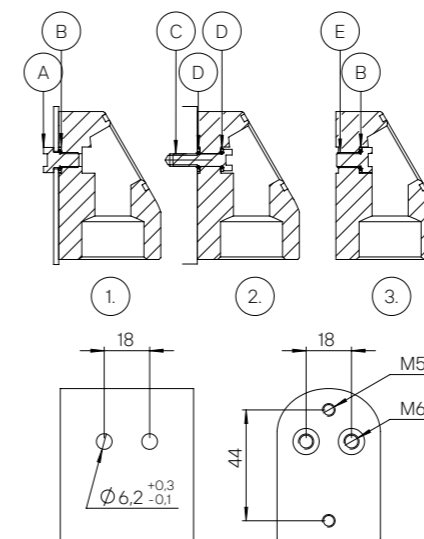

Abbildung 9
1. In Blech: Führen Sie von der Rückseite des Blechs die M6 Schrauben (Abb. 9-A) hindurch und setzen den M6 Usit-Ring (Abb. 9-B) auf. Schrauben Sie damit den Adapter fest.
2. In Vollmaterial mit M5 Gewinde: Führen Sie hierzu die M5 x 20 Schrauben (Abb. 9-C) mit aufgesetztem M5 Usit-Ring (Abb. 9-D) von der Innenseite des Adapters ein und schrauben Sie ihn an dem aufnehmenden Teil mit vorbereiteten M5 Gewinden fest.
auf der Rückseite zur Verfügung, siehe Abbildung 9. Schließen Sie hierfür die Bohrungen auf der Rückseite des Adapters mit der M6 Schraube (Abb. 9-E) mit aufgesetztem M6 Usit-Ring (Abb. 9-B) wie in 1. beschrieben von der Innenseite luftdicht ab.